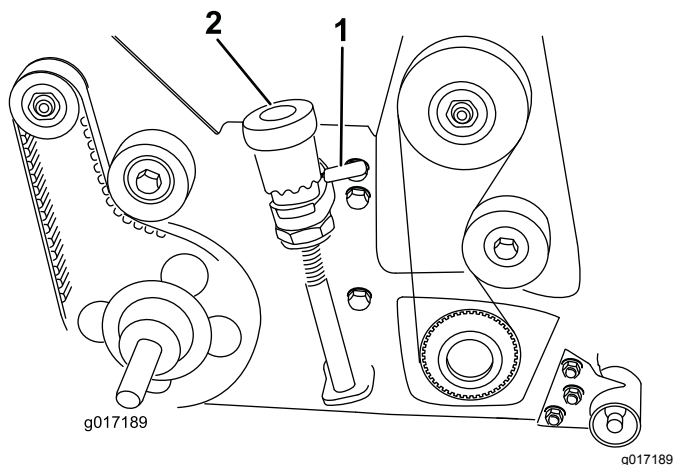

Figure 25
2. Avec les leviers de levage rapide (des deux côtés), abaissez le cylindre groomer en position d'utilisation (Figure 25).
4. Soulevez et tournez le bouton de réglage de précision (Figure 25) pour lever ou abaisser la pointe des lames.
Lors du transport de la machine, veillez à lever le cylindre groomer en position de transport (levée). Pour lever le cylindre groomer, tournez les leviers de levage rapide droit et gauche de manière à ce qu'ils soient dirigés vers l'arrière (Figure 25). Pour abaisser le cylindre, tournez les leviers vers l'avant.